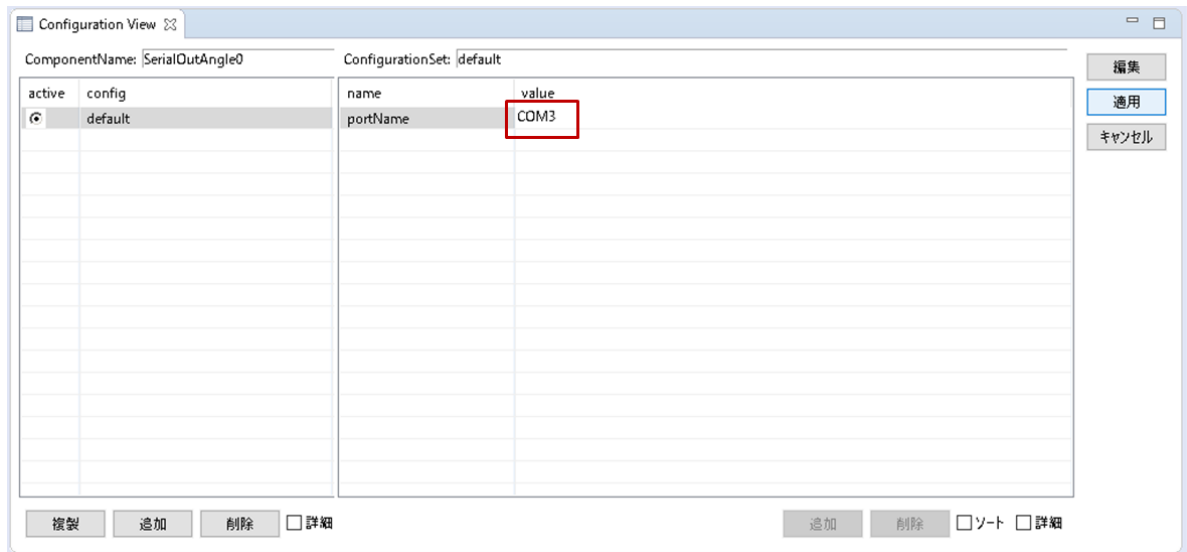

図 18 シリアルポートの設定
- ⑨ 「System Diagram」上の「SerialOutAngle」コンポーネントを選択する。「Configuration View」の「portName」欄にマイコンが接続されているポート名を入力し、適用を選択（図 18）。
ロボットアームを真上から見た視点での操作について説明する。操作範囲内には目標手先位置円とアームを上から見た簡易モデルが描画されている（図 18）。目標手先位置円を動かすことアームで手先位置は目標手先位置円を追従するように動く。目標手先位置円の移動は xy 方向はマウスでドラッグすることで行い、z 方向への移動はマウスホイールを回転することで行う。右上に現在の手先位置がロボットアームの根元を原点とした座標が表示される。z 方向の位置については目標手先位置円の内部にある円の大きさで大まかに確認できる（図 21）。